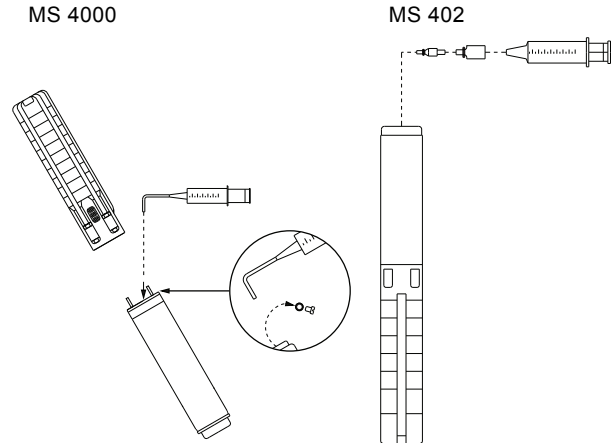

Fig. 2 Position du moteur pendant le remplissage – MS 4000 et MS 402
1. Positionner la pompe immergée comme indiqué à la fig. 2. La vis de remplissage doit se trouver sur le haut du moteur.
3. Injecter le liquide dans le moteur à l'aide de la seringue, voir fig. 2, jusqu'à ce que le liquide déborde de l'orifice.